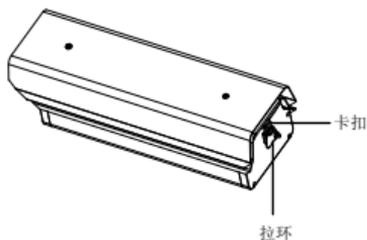

图2-30 盖上红外护罩
- 红外护罩向下轻压护罩盖子后卡上卡扣，顺时针旋转 180°，扣紧拉环，如图 2-30 所示。